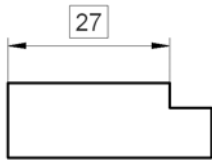

图 8.2.8 标注文字加边框
- **文字样式 (S)**: 下拉列表: 用于选择标注的文字样式。也可以单击其后的“...”按钮, 在系统弹出的“文字样式”对话框中新建或修改文字样式。
- **文字颜色 (C)**: 下拉列表: 用于设置标注文字的颜色。
- **填充颜色 (D)**: 下拉列表: 用于设置标注中文字背景的颜色。
- **文字高度 (H)**: 文本框: 用于设置标注文字的高度。
- **分数高度比例 (F)**: 文本框: 用于设置标注文字中的分数相对于其他标注文字的比例, 系统以该比例值与标注文字高度的乘积作为分数的高度。
- **抑制文字边框 (B)**: 复选框: 用于设置是否给标注文字加边框, 如图 8.2.8 所示。